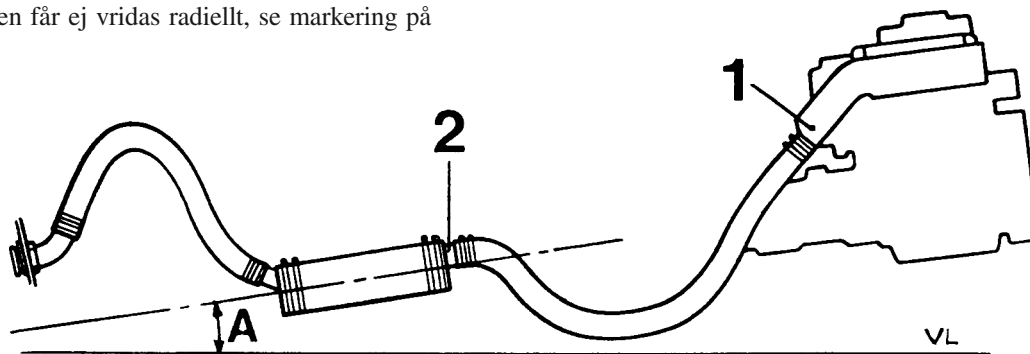

Fig 42 Ljuddämparens lutningsvinkel längskepps.
1. Ljuddämparen monteras på lämplig plats (skott el dyl) så nära motorn som möjligt. Inloppssidan skall alltid ligga högst. Ljuddämparens installationslutning kan varieras mellan 5-75° ("A" fig 42). Gasriktningen är markerad på gavlarna. Ljuddämparen skall alltid monteras så djupt som möjligt men vid behov kan den dock monteras högre än motorns avgasrörkrök.
OBS! För att hindra att kvarvarande vatten i slangen sugas in i motorn bakvägen (när motorn stoppas och vid sjögång) måste slangen dras ner i en så djup säck som möjligt, se fig 42 och 43.